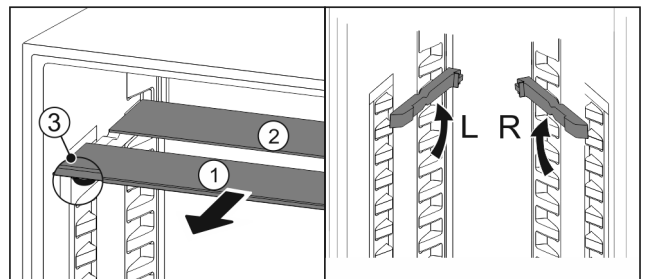

Fig. 53
- Trekk glassplatene enkeltvis fremover og ut Fig. 53 (1).
- ▷ Glassplate Fig. 53 (1) med pyntelist ligger foran.
- ▷ Stoppere Fig. 53 (3) peker nedover.